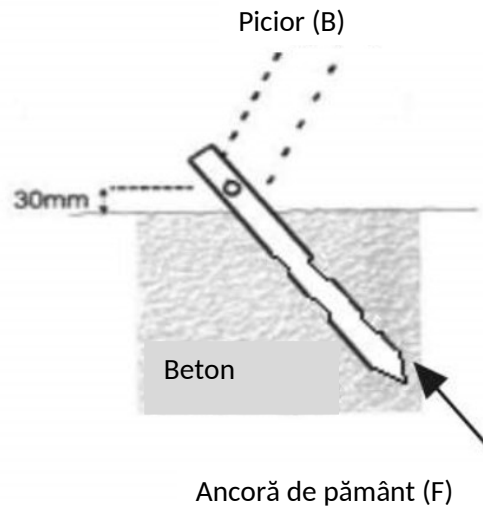

Figura 17
10. Săpați secțiunea de 30 cm pe care tocmai ați făcut-o până la o adâncime de 50 cm. Umpleți această secțiune cu beton tare. Așezați ancora de pământ (F) exact în centrul cimentului în toate cele patru secțiuni, așa cum este ilustrat în figura 17. Poziționați ancorele la unghiul indicat în figură pentru a maximiza rezistența la smulgere. Centrul orificiului lateral al ancorei trebuie să fie la aproximativ 30 mm deasupra suprafeței superioare a betonului.